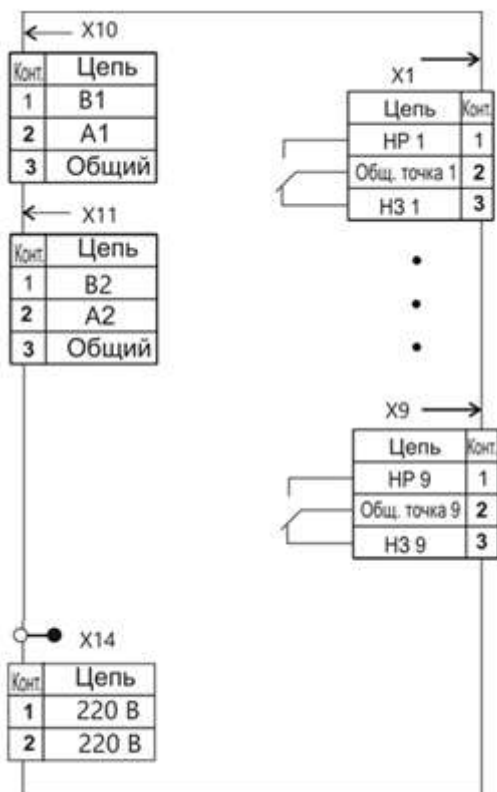

Рис. 13. Электрическая схема блока БР
2.1.2.9. Соедините блоки БР (если они входят в комплект поставки) с блоком КС и исполнительными устройствами, используя схемы, приведенные на рис. 13 и 14.